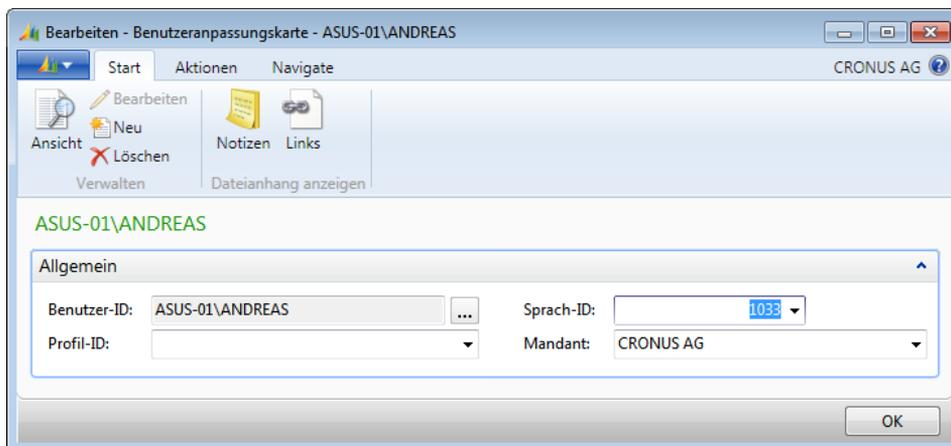

Abbildung 3.3 Auswahl von Englisch als Benutzersprache in der Benutzeranpassung
- In der Benutzeranpassungsübersicht wählen Sie die Zeile mit Ihrer *Benutzer-ID*. Per Doppelklick öffnen Sie die Seite im Bearbeitungsmodus und nehmen die gewünschte Eintragung vor, indem Sie die Sprach-ID auf den Wert »1033« ändern (siehe Abbildung 3.3). Falls keine Benutzeranpassungs-Zeile mit Ihrer *Benutzer-ID* existiert, legen Sie eine solche über die Tastenkombination **Strg** + **N** oder die Schaltfläche *Neu* auf der Registerkarte *Start* an.